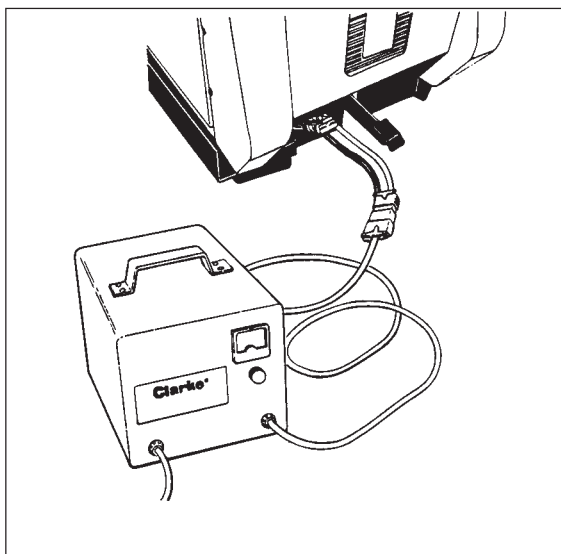

Figure 18
4. Connect the DC connector on the charger to the battery pack connector. See figure 18.
4. Connectez le connecteur CC du chargeur à la fiche de l'ensemble batterie. Voir figure 18.